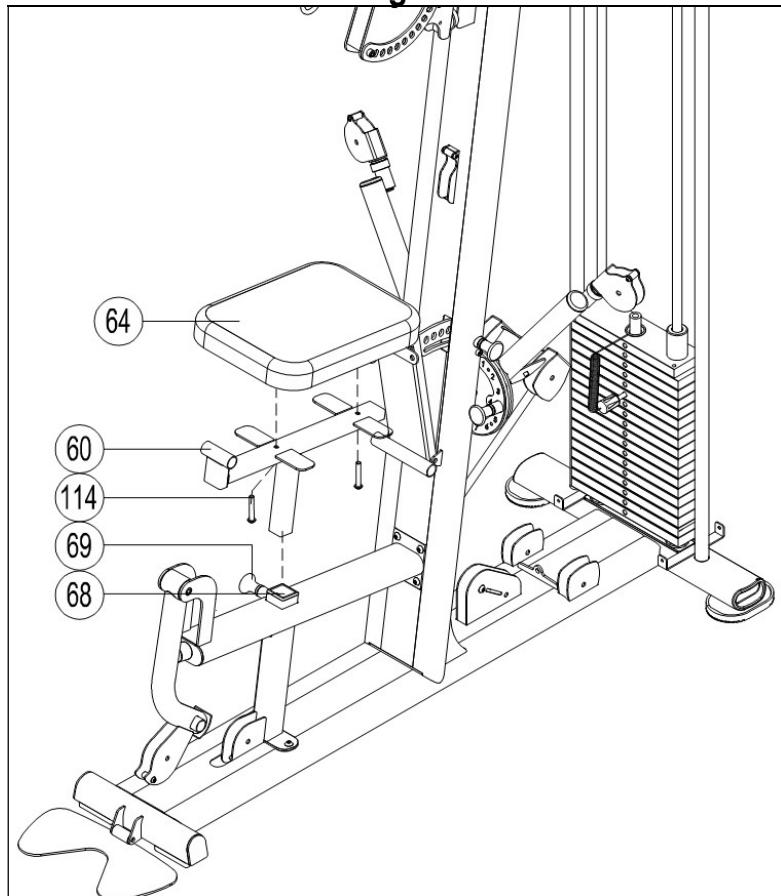

Fig.10
10.- Coloque los tubos de espuma (59) según indica la Fig.10, coloque las tapas interiores (63), los rodillos (61), las tapas exteriores (62) y atornílle con los tornillos (115).